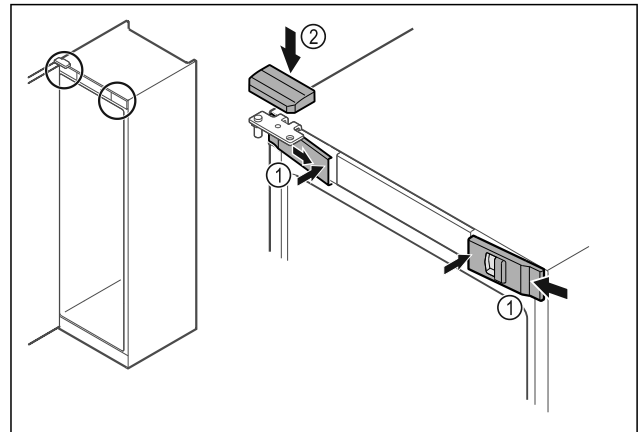

Fig. 55
- Αναρτήστε τα μπροστινά καλύμματα Fig. 55 (1) στο πλαίσιο και κουμπώστε τα εσωτερικά.
- Κουμπώστε το επάνω κάλυμμα Fig. 55 (2) από πάνω.